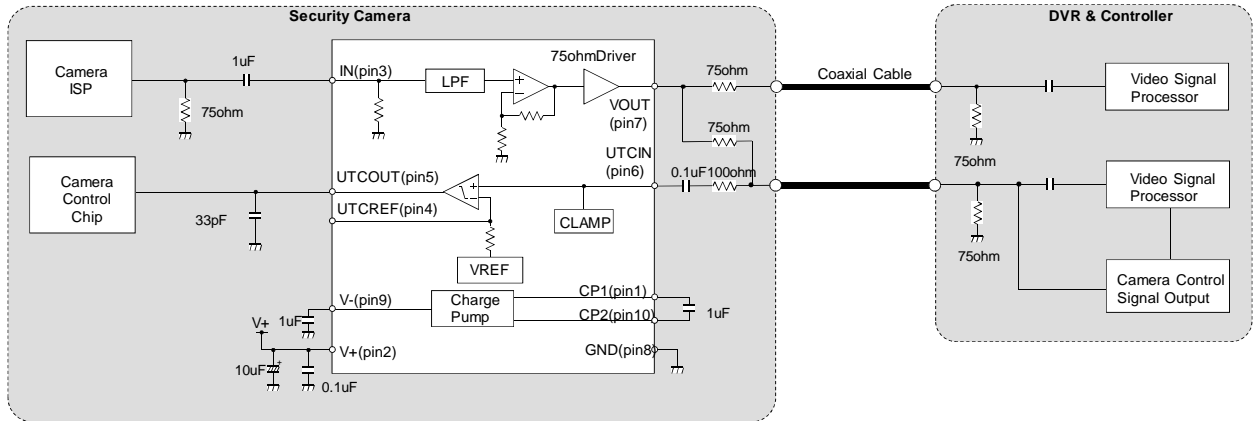

図 2 : 2 系統ドライブ例
■ 応用回路図 2 (2系統ドライブ回路)
カメラ制御信号は 2 系統の接続ができませんので、ご注意ください (図 2 参照)